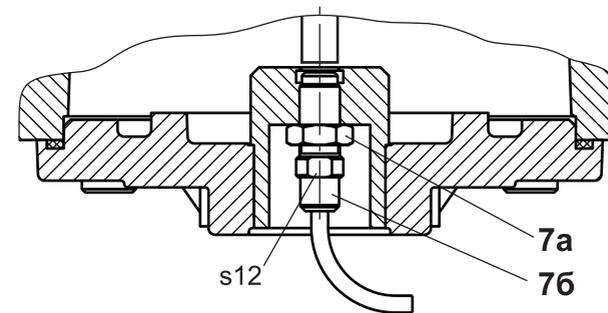

Рис. 9
- отвинтите контргайку 7а на корпусе 7б датчика положения (см. рис. 9);